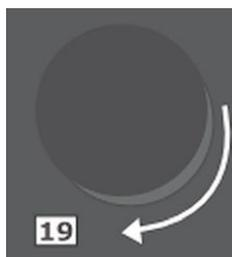

Рис. 24
2. Повернуть поворотный регулятор (19, Рис. 24) пока не появится этап приготовления, который необходимо изменить.